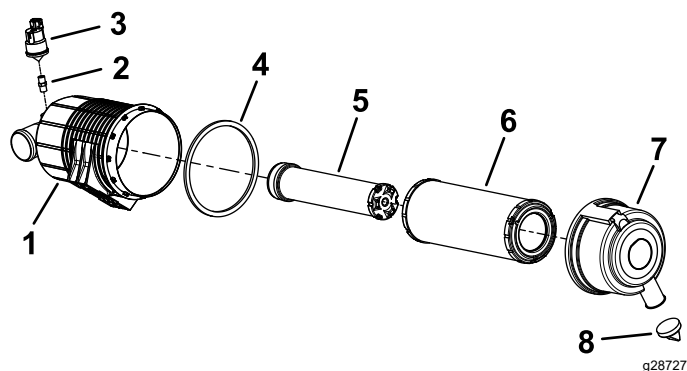

Figure 38
3. Faites l'entretien du filtre à air et de l'élément de sécurité quand l'indicateur de colmatage est rouge (Figure 38).